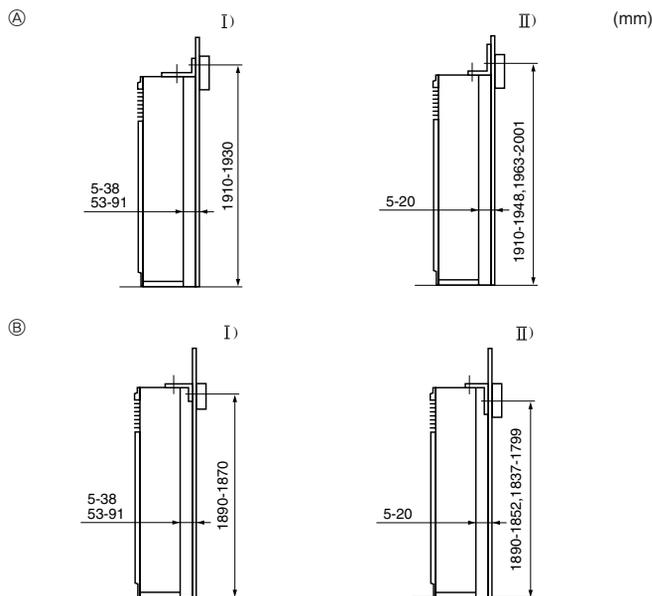

Fig. 3-3
- ① Applique anti-bascule
L'applique anti-bascule ① est installée sur la surface supérieure de l'appareil. Enlever les vis à tôle ② puis réinstaller l'applique, en suivant les indications de l'illustration. Pour obtenir les distances correctes d'installation, se reporter à la Fig. 3-3.
- Ⓔ Enlever la vis ② puis tirer la grille vers l'avant pour l'enlever.
3.3. Installation de l'applique anti-basculé (Fig. 3-3)